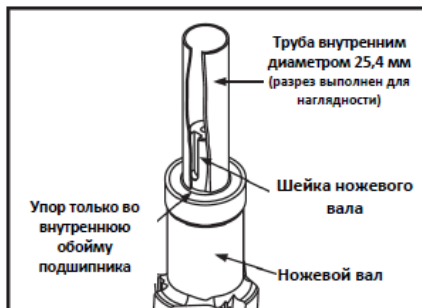

Рис. 30 Установка подшипника
2. Установите новый подшипник на ножевой вал, очень осторожно постукивая по нему с помощью молотка и трубы с внутренним диаметром (ID) 25,4 мм, 100 мм длиной, как показано на Рис. 30.
Примечание: Труба должна соприкасаться с внутренней обоймой подшипника, как показано на Рис. 30. Приложение силы к любой другой части подшипника разрушит подшипник!